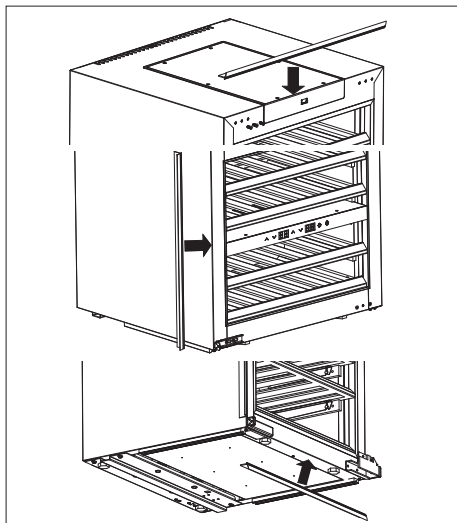

Рис. 10
12. Закрепите профильные накладки (рис. 10).